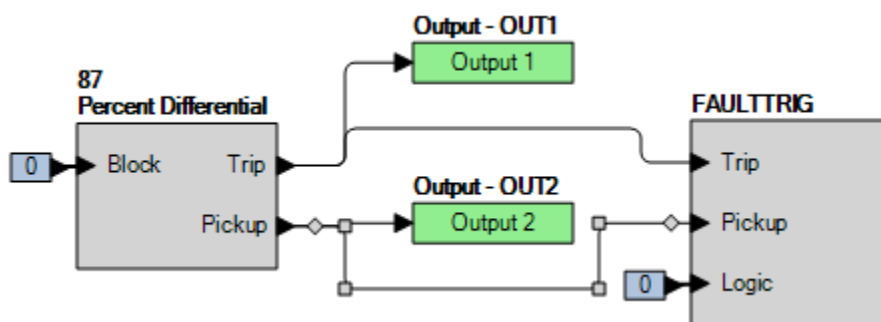

Figura 66-1. Ajustes de BESTlogicPlus (87R)
Paso 2: Utilice BESTCOMSPiplus para configurar la Lógica programable de BESTlogicPiplus, como se muestra en la Figura 66-1.
- Paso 3: Prepárese para monitorear la operación de la función 87R. El funcionamiento se puede verificar monitoreando OUT2 (consulte la Figura 66-1).
- Paso 2: Utilice BESTCOMSPPlus para configurar la Lógica programable de BESTlogicPlus, como se mostró previamente en la Figura 66-1.
Paso 1: Utilice BESTCOMSPPlus para verificar los ajustes operativos en la Tabla 66-1 (Máximo) o 2 (Promedio) y la lógica en la Figura 66-1. Restablezca todos los objetivos.